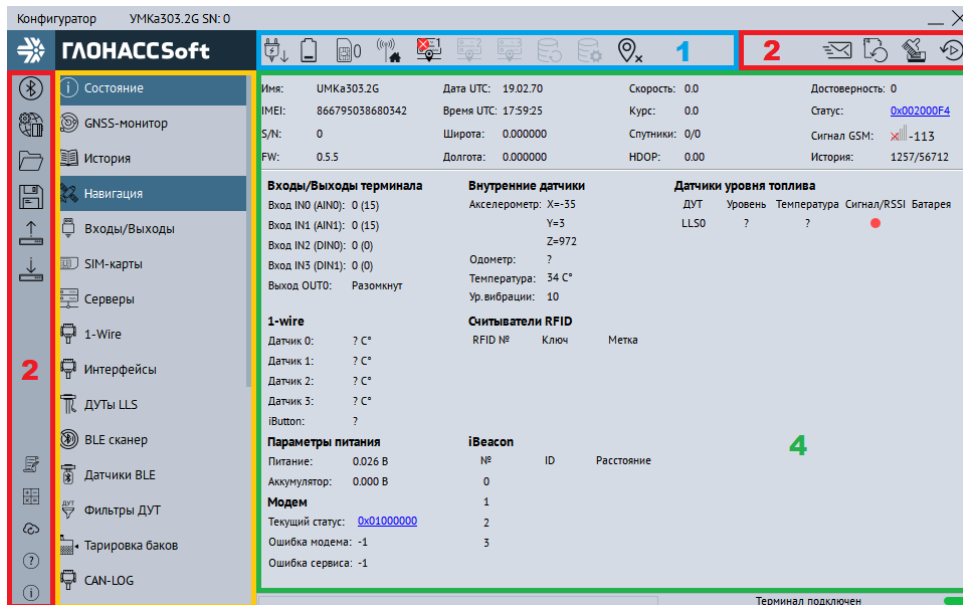

Рисунок 3.8 Стартовое окно «Состояние»
Для запуска приложения, перейдите в «Пуск» → «Все программы» → «Конфигуратор УМКаЗХХ». Откроется стартовое окно конфигуратора (Рисунок 3.8 ), которое условно можно разделить на четыре зоны: Панель статуса (1), панели инструментов (2), дерево настроек (3) и окно отображения информации (4).
Для просмотра и редактирования настроек терминала воспользуйтесь вкладками настроек (Рисунок 3.8 ). При нажатии на вкладку в окне отображения информации можно посмотреть соответствующие значения и настройки и отредактировать их.
На вкладке «Состояние» (Рисунок 3.8 ) отображается общая информация о терминале, состоянии входов/выходов терминала, внутренних и внешних датчиков.